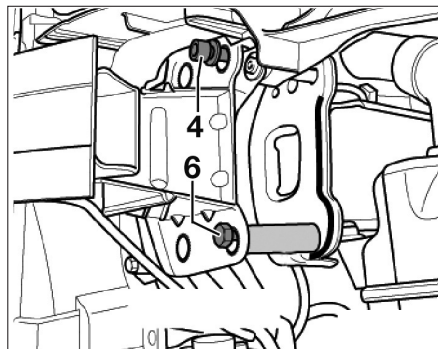

Fig. 10
- De chaque côté, déposer l'une des deux vis de fixation inférieures (5) et repérer la position de la façade avant au niveau des points de fixation des longerons.
- Déposer les vis de fixation restantes (5).
- Tirer avec précaution la façade avant sur les vis (4) (Fig.10).